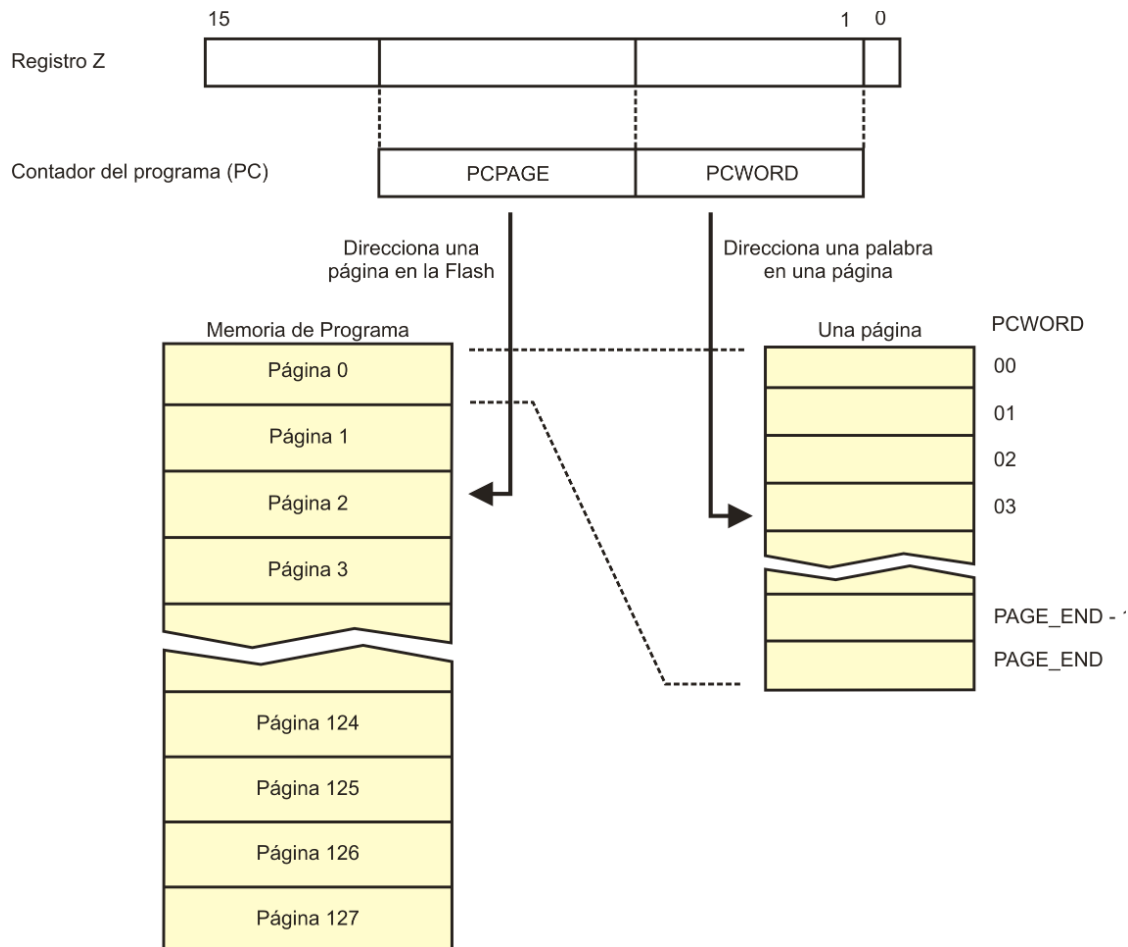

Figura 7.6 Distribución de bits para direccionar la memoria de código
El contador de programa (PC) es el registro encargado de direccionar la memoria de código. Los bits del PC se dividen en 2 partes, por la organización en páginas de la memoria Flash, con los bits más significativos se selecciona una página (PCPAGE) y con los bits menos significativos una palabra (PCWORD), dentro de la página. Las operaciones relacionadas con la instrucción **SPM** involucran el uso del apuntador Z, el cual toma la misma distribución de bits que el PC, pero sin incluir a su bit menos significativo. En la figura 7.6 se muestra la distribución de los bits para direccionar la memoria Flash.